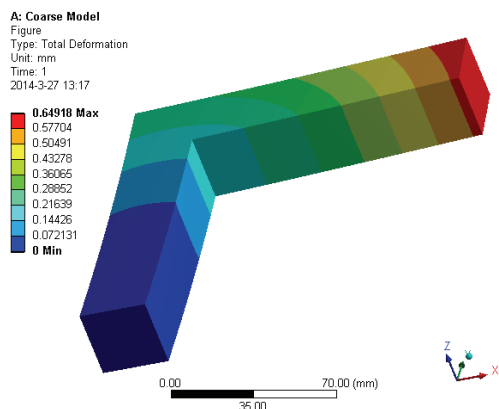

图 21-8 整体变形云图
4) 在 Outline 树结构图中的 Total Deformation 上单击右键, 在弹出的快捷菜单中选择 Evaluate All Results, 此时进行求解, 求解后得到的图形如图 21-8 所示。